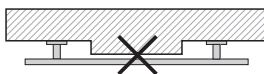

Рис.7
5.8. Запрещается устанавливать полотенцесушитель так, чтобы уменьшалось расстояние зазора между нагревательной панелью и стеной (рис. 7).